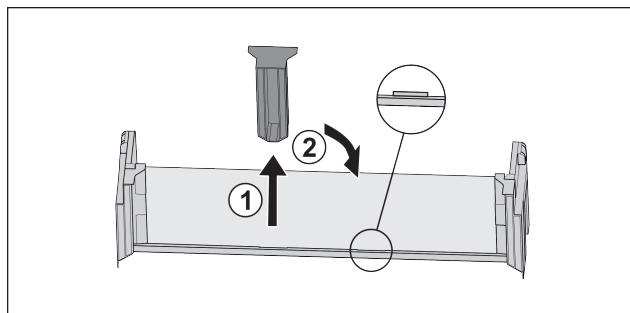

Fig. 124
- ▶ Tõmmake keskmine hoidedetail maha Fig. 124 (1).
- ▶ Pange keskmine hoidedetail teises positsioonis sisse Fig. 124 (2).